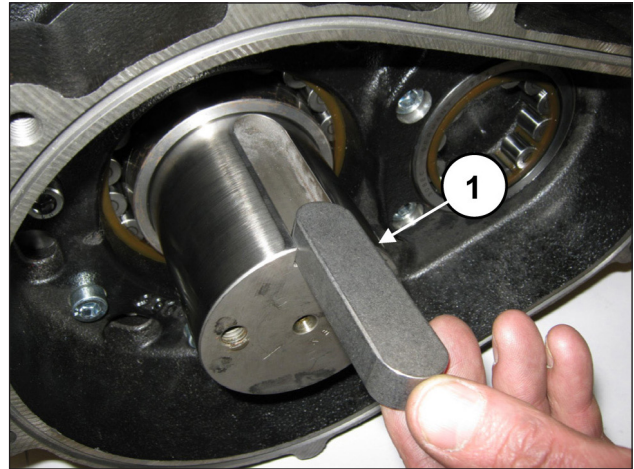
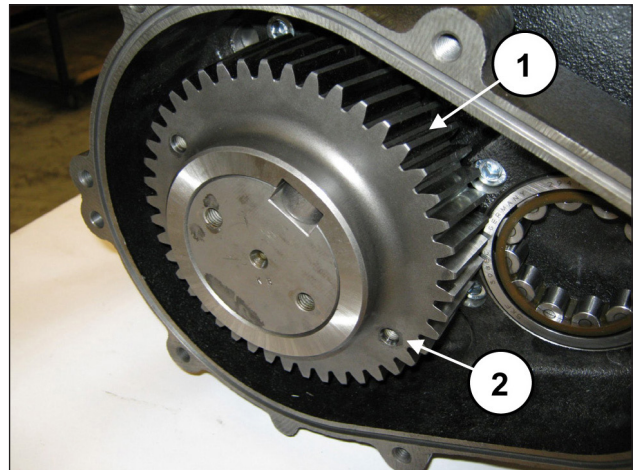

Abb. 76
Abb. 77
Montieren Sie die Passfeder 22x14x80 in den Wellensitz (Pos. ①, Abb. 76) und schieben Sie den Zahnkranz auf die Welle (Pos. ①, Abb. 77).
Stellen Sie beim Einbau des Zahnkranzes sicher, dass die beiden Bohrungen M8 (zum Abziehen verwendet) zur Außenseite der Pumpe gerichtet sind (Pos. ②, Abb. 77).